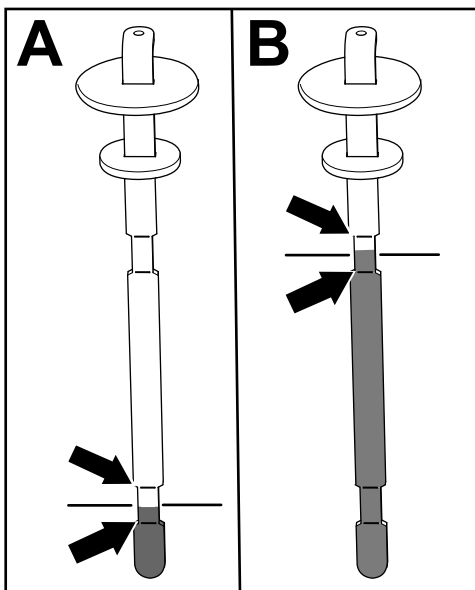

図 81
5. ディップスティックを抜いて油量を点検する **図 81**。